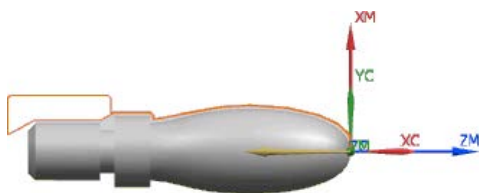

图 4.10 切削区域
Step1. 单击“外侧精车”对话框切削区域右侧的“显示”按钮，在图形区中显示出切削区域，如图 4.10 所示。